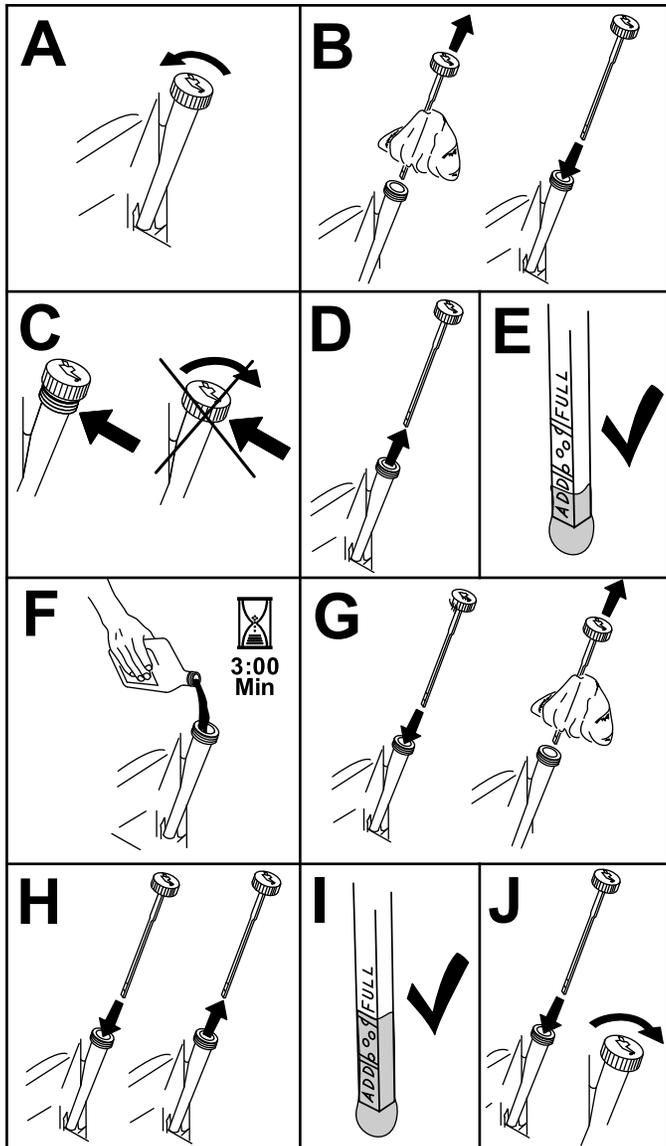

Figura 41
3. Controllate il livello dell'olio motore come mostrato nella (Figura 41).